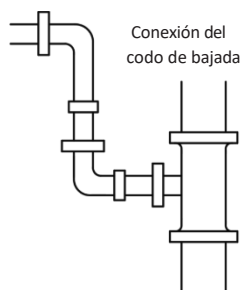

Fig. 4.14
- ②: Conexión del codo de bajada instalado (Fig. 4.14)